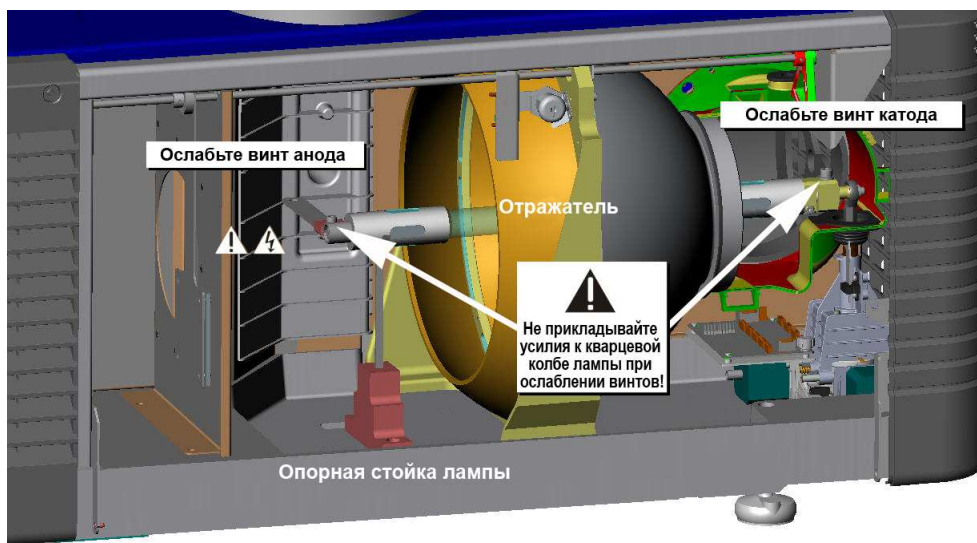

Рис. 4-1 Извлеките старую лампу
- b. Ослабьте винты на отрицательном и положительном разъемах лампы. Старайтесь прикладывать минимальный крутящий момент и НЕ НАЖИМАЙТЕ на кварцевую колбу лампы. (Рис. 4-1).